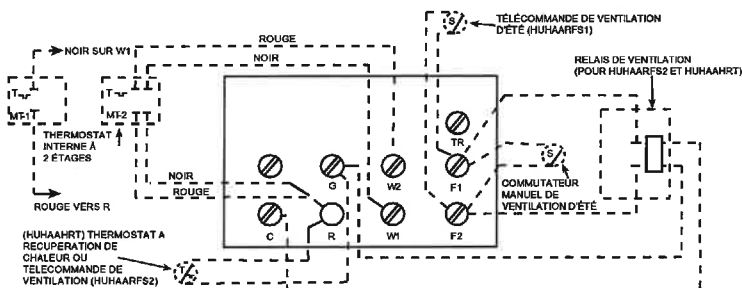

Figure 5. Carte de terminaison de commandes (pour radiateurs avec contacteur)
4. Sur les radiateurs fournis avec un contacteur interne (7 et plus), référez-vous à la Figure 5 comme schéma de câblage. Le câblage pour le contrôle doit au moins être de calibre 18 AWG.